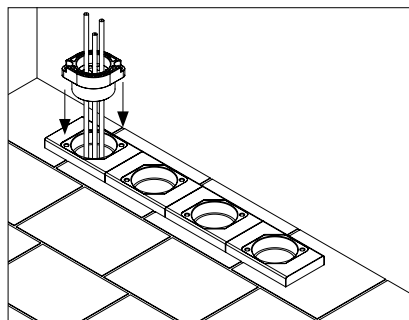

Abbildung 10.2: Einbausituation **KRASO® Bauherren-Komfortpaket - Boden** - mit Estrichaufsatz, **KRASO® BKP Dichteinsatz - Telekommunikation** - und Rohrleitung
- Schieben Sie den **KRASO® BKP Dichteinsatz - Telekommunikation** - mit der Gummidichtung voraus über die Medienleitung(en) bis in den Estrichaufsatz des **KRASO® Bauherren-Komfortpakets - Boden** - . Beachten Sie, dass die Schraublöcher am Dichteinsatz und die Kernlöcher am Estrichaufsatz übereinander liegen (s. Abbildung 10.2).